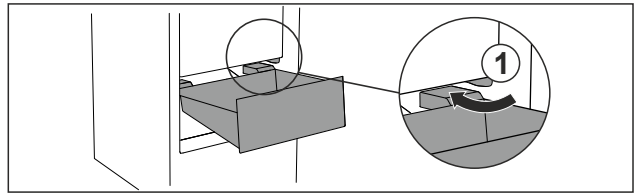

Fig. 87
- ▶ Обвести висувний ящик навкіс навколо стопора Fig. 87 (1).